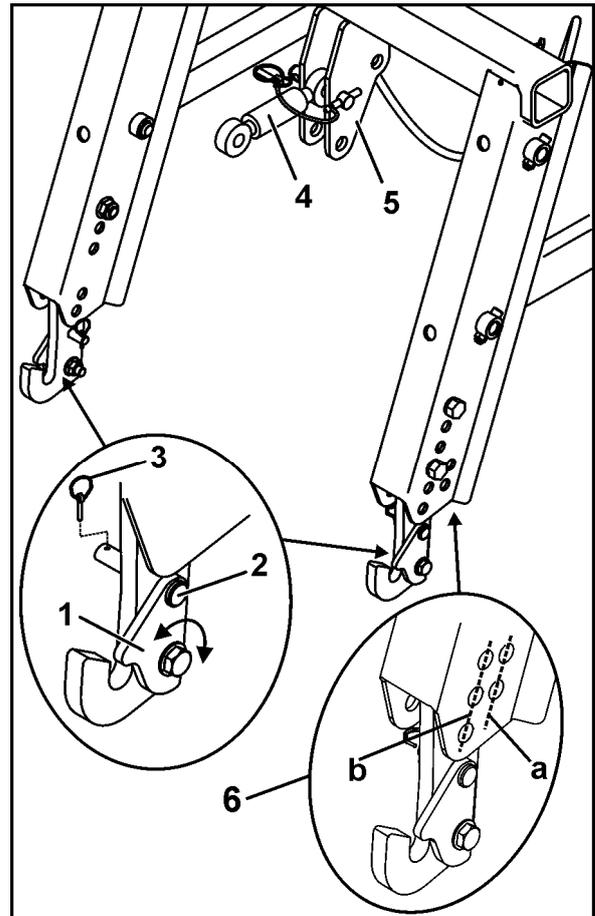

Fig. 41
→ Avant la solidarisation, vérifiez que les languettes de sécurité (Fig. 41/1) sont basculées en arrière (par rapport au sens de la marche).
4. Basculez les languettes de sécurité (Fig. 41/1) sur les tenons des bras inférieurs et bloquez chaque languette de sécurité avec une cheville (Fig. 41/2) et une goupille (Fig. 41/3).
5. Fixez le bras supérieur (Fig. 41/4) au niveau des points de fixation supérieurs du semoir et de la structure de relevage (Fig. 41/5) avec la cheville et goupillez.
Utilisez les différentes possibilités de vissage des crochets (Fig. 41/6) pour atteler le semoir suiveur aussi près que possible du rouleau.